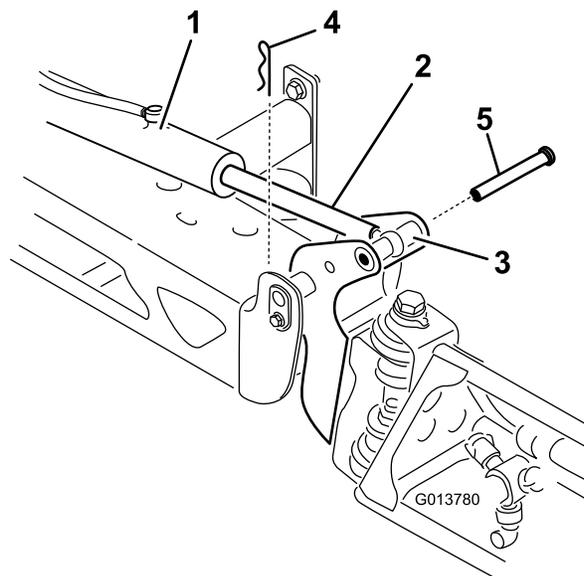

Bild 64
2. Nehmen Sie den Splint vom Lagerbolzen ab (Bild 64).
3. Heben Sie den Ausleger an und entfernen Sie den Stift (Bild 64). Senken Sie den Ausleger langsam auf den Boden ab.
8. Heben Sie den Ausleger an, um das Scharnier mit der Aktuatorstange auszufuchten. Halten Sie den Ausleger fest und stecken Sie den Stift durch das Auslegerscharnier und die Aktuatorstange (Bild 64).